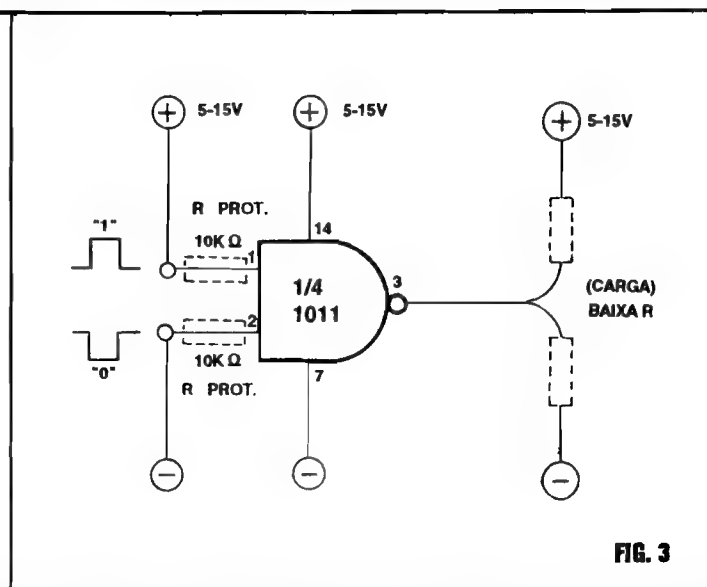

FIG. 3
- FIG. 3 - UM GATE TÍPICO C.MOS - Conforme já foi dito, nas montagens práticas mostradas ao longo do nosso "Curso" (na área DIGITAL...), e mesmo nos projetos normalmente publicados em APE (também, obviamente, dentro da área DIGITAL...), os Integrados da "família" C.MOS são utilizados com muito maior frequência, mesmo porque, na sua configuração básica, os TTL apresentam uma série de "desvantagens" frente aos seus companheiros C.MOS... Os TTL, contudo, não estão "mortos" (muito pelo contrário...), já que mesmo os mais modernos circuitos de computadores, ainda utilizam largamente Integrados dessa tecnologia, ainda que "otimizados", de forma a mostrarem menores consumos de Corrente (os chamados TTL low power) e velocidades de trabalho cada vez mais altas (os TTL high speed...). Contudo, para circuitos que envolvam, além de baixo consumo,